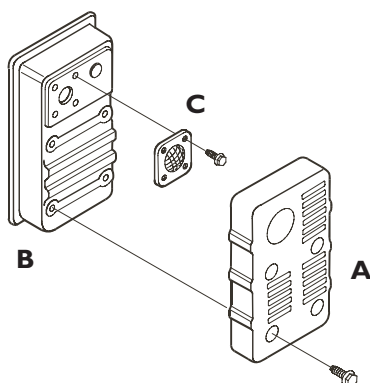

Figura 14 — Servicio del Pantalla Apagachispas
1. Para retirar la protección del silenciador (A) de silenciador (B), retire los cuatro tornillos que conectan la protección a la ménsula del silenciador (Figura 14).